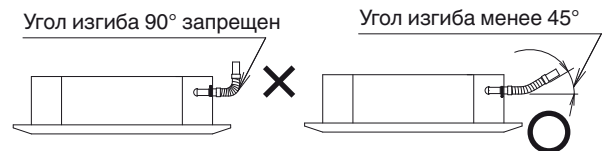

Рис. 3-9
(3) Ограничения соединения дренажного шланга
- Не сгибайте поставляемый дренажный шланг на 90° или больше. Сгибайте его менее чем на 45°. (Рис. 3-9)